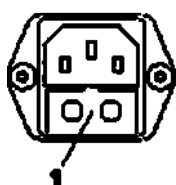

Рис.20 Замена предохранителей
- Откройте крышку (1, рис.20) острым инструментом.